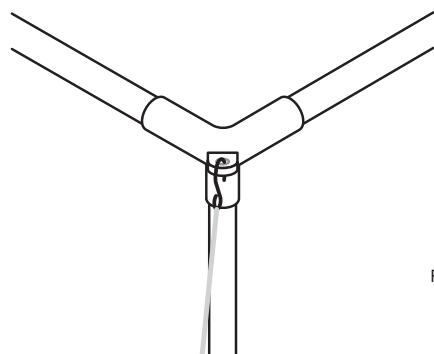

FIGURA 12
2. Fije el gancho en forma de S de la correa de tensión al bucle de la pieza de esquina (figura 12).
1. Fije el gancho en forma de S de la correa de tensión al bucle de la pieza de esquina (figura 12).